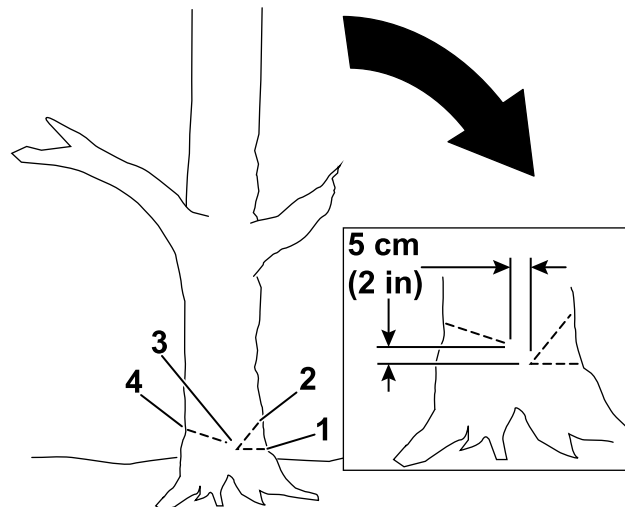

Figura 16
4. Fate un primo taglio profondo un terzo del diametro dell'albero dalla parte verso la quale si vuole far cadere l'albero (Figura 16).
5. Fate un secondo taglio in modo tale che forni una tacca con il primo, iniziando a tagliare a una distanza di almeno 5 cm sopra il primo taglio (Figura 16).
6. Fate il taglio posteriore sul lato opposto a quello della tacca e a un'altezza di circa 5 cm maggiore rispetto al primo taglio, come illustrato in Figura 16.
Importante: Terminate il terzo taglio a una distanza di 2,5–5 cm dalla tacca, in modo da creare tra i tagli una cerniera (Figura 16) che impedisca all'albero di cadere nella direzione sbagliata o di torcersi durante la caduta.
Nota: Mentre il taglio posteriore si avvicina alla cerniera (Figura 16) l'albero dovrebbe iniziare a cadere.